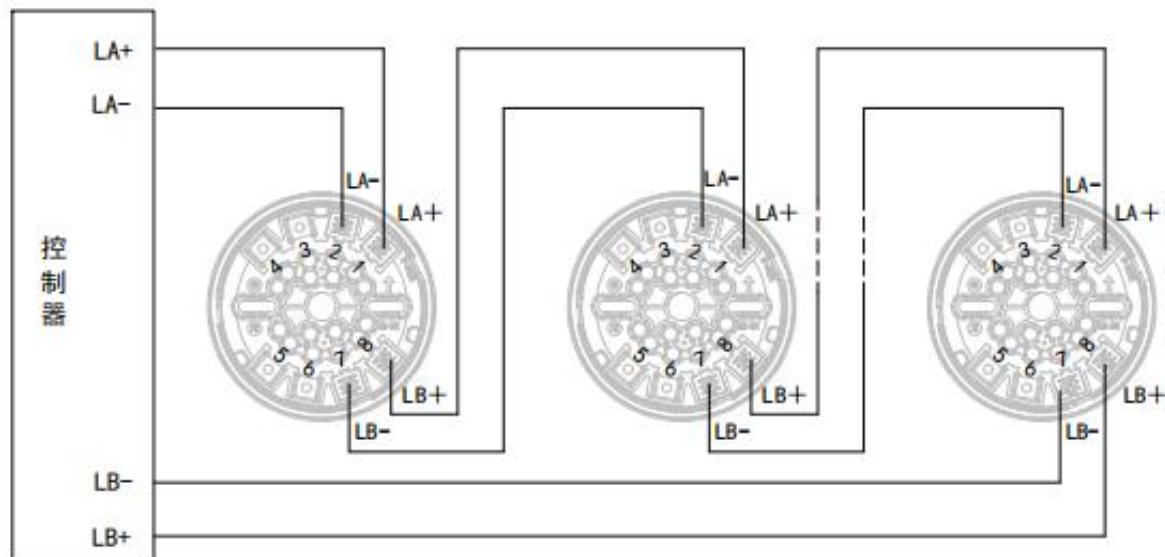

图3 环路接线方式底座接线图
- 环路接法：端子 1 接回路二总线 LA+，端子 2 接回路二总线 LA-，区分极性；端子 7、端子 8 为出线接下一底座的端子 2、端子 1；最后一只声光端子 7、端子 8 连接回路二总线的 LB-、LB+，如图 3 所示：